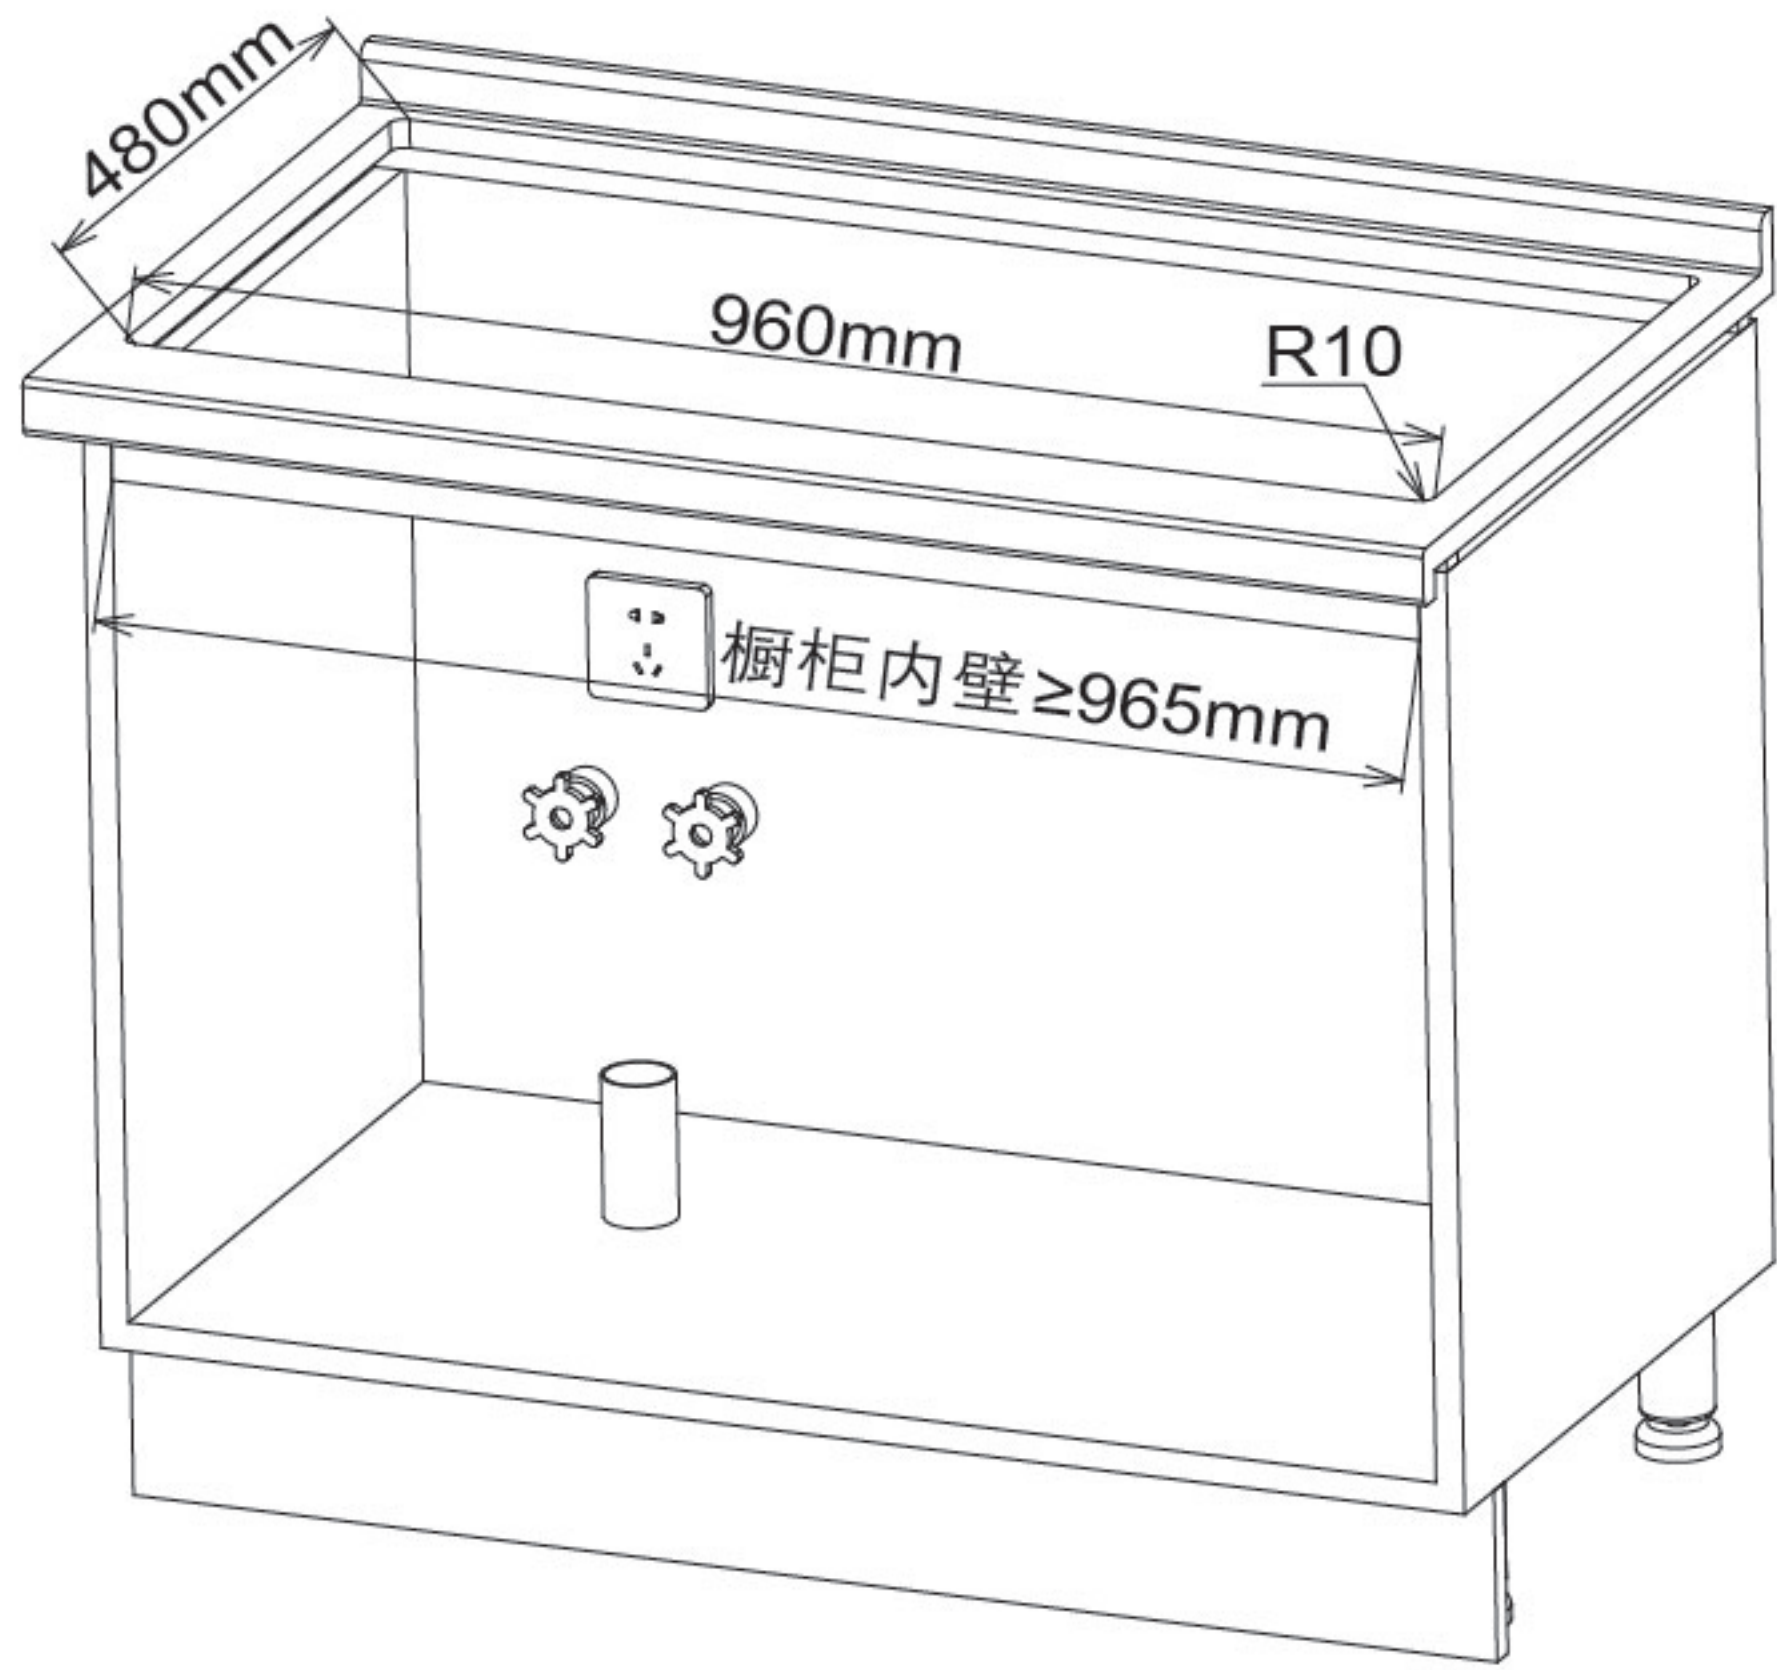
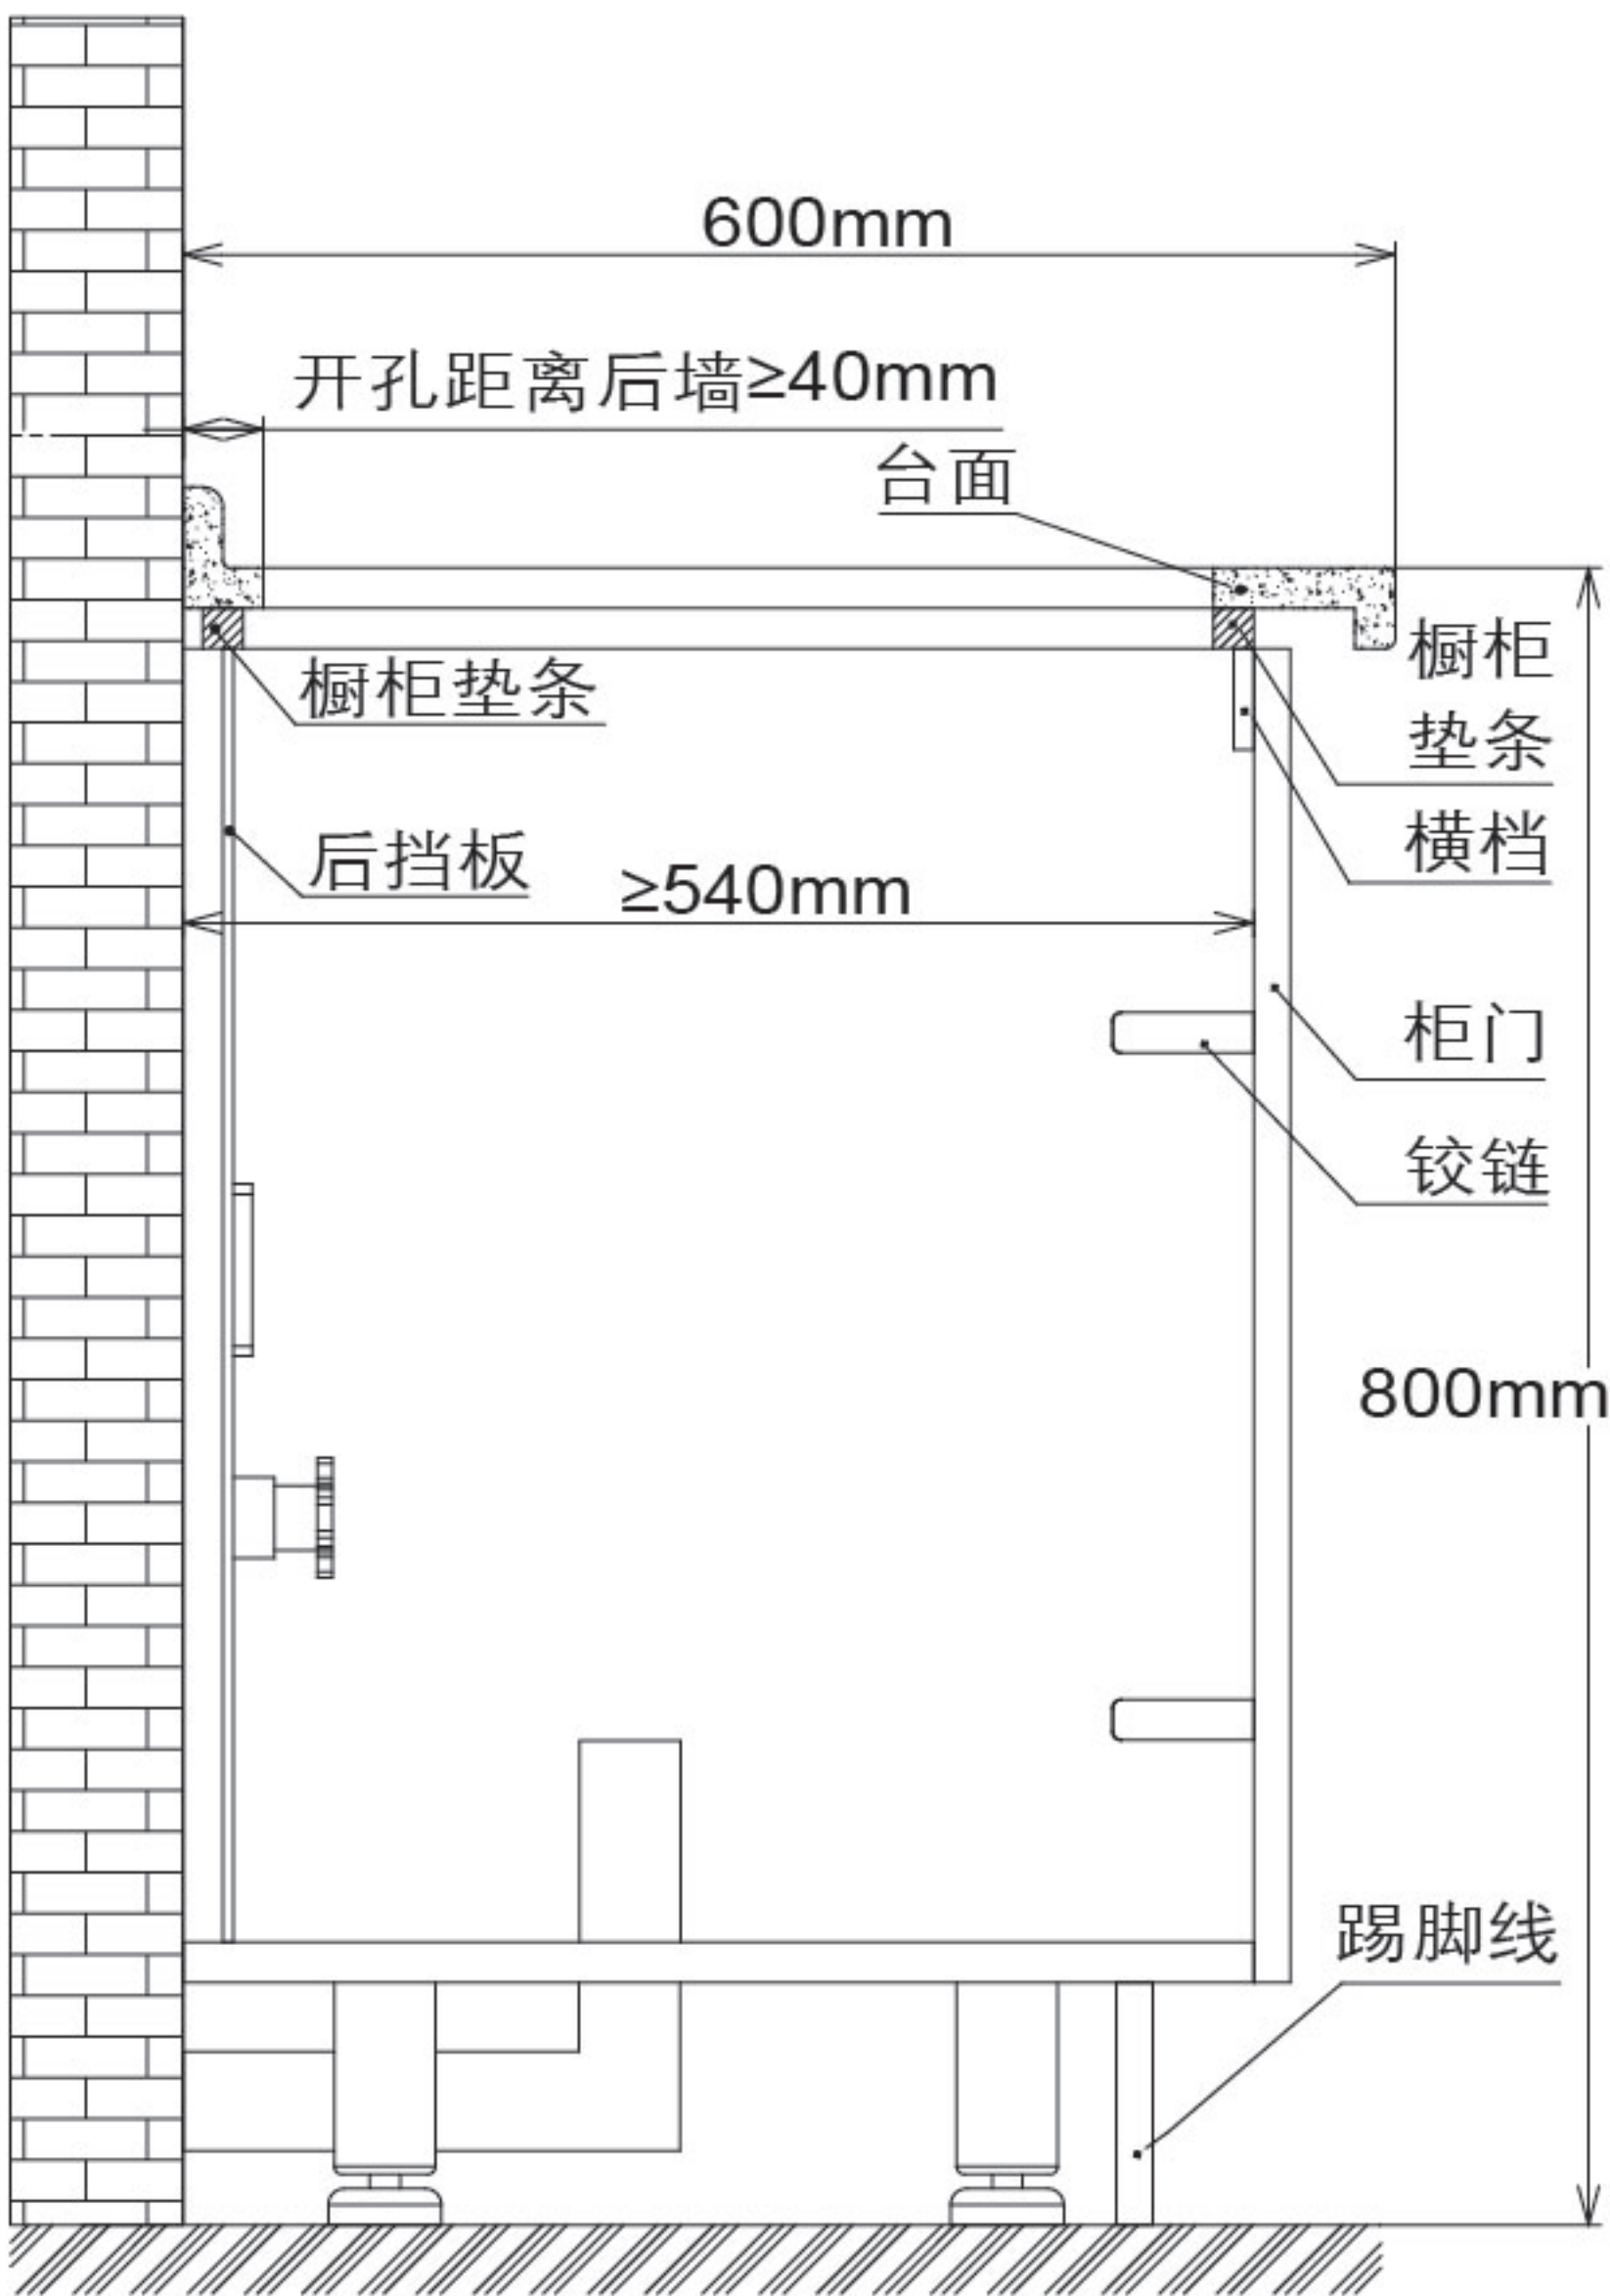

图1
图2
1. 台面开孔尺寸： 960*480*R10mm， 详见图1所示；
2. 台面和橱柜要求： 橱柜深度（不含门板）≥540mm， 橱柜内壁宽度≥965mm， 台面深度≥600mm， 台面至地面高度≥800mm， 详见图1和图2所示；